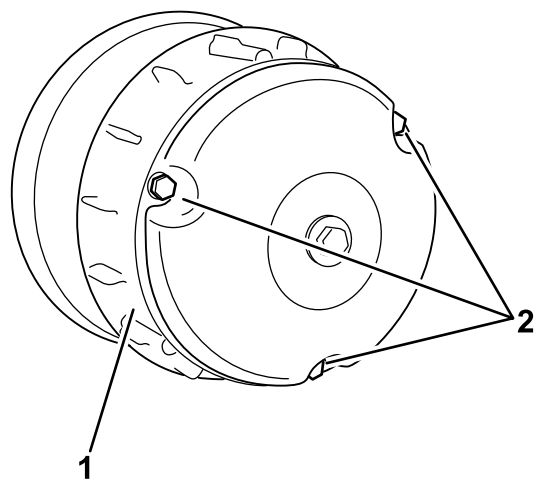

図 40
3. クラッチ・カバーのボルト（3本）を外してカバーを取る（図 40）。